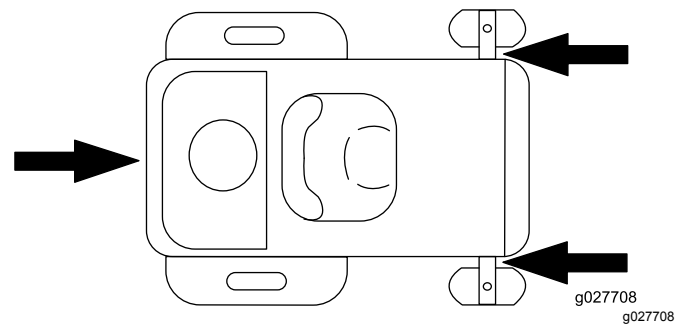

Figure 40
6. Arrimez la machine près des roues pivotantes avant et du pare-chocs arrière à l'aide de sangles, chaînes, câbles ou cordes (Figure 40). Reportez-vous à la réglementation locale concernant les exigences d'arrimage.